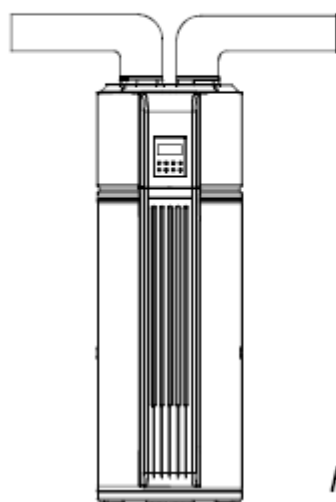

Fig.6-7
- En el caso de ubicar la unidad con conductos de lona que lleguen al exterior, se deben adoptar medidas para los conductos que sean resistentes a la intemperie y a la lluvia, a fin de evitar que esta entre en el interior de la unidad. (Fig.6-7)